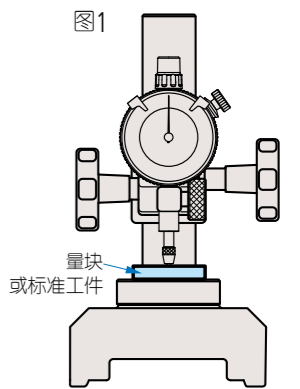

图1
7. 建议使用量块或标准工件等进行指示表的基准点调整等。(图1)